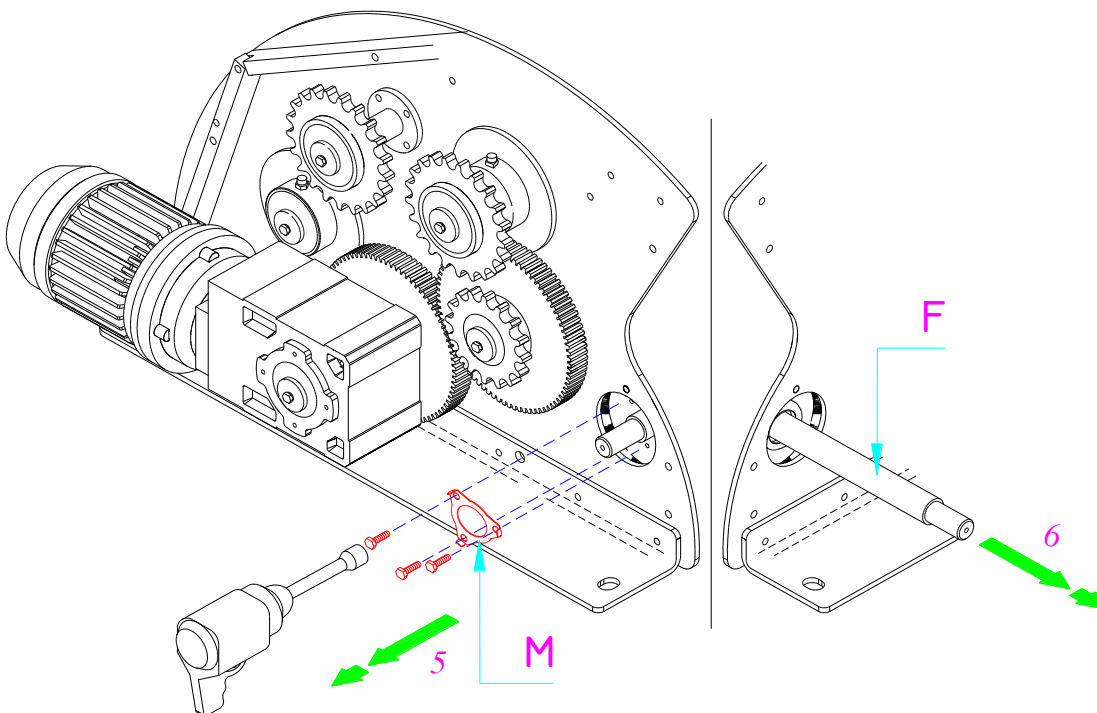

fig. 21
- 5) Svitare le viti esagonali che stringono la flangia **M** **Fig. 21**.
- 6) Dalla parte opposta estrarre completamente l'albero **F** dalla macchina **Fig. 21**.